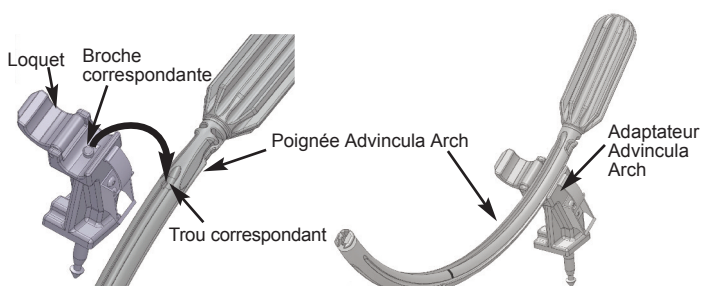

Figure 2. Fixation de la poignée Advincula Arch
1. Ouvrir le loquet sur l'adaptateur (voir la Figure 2).